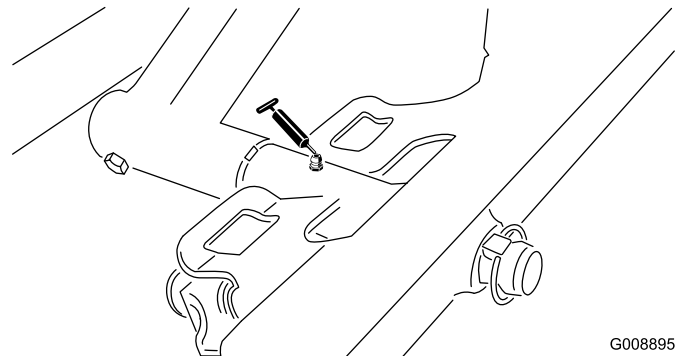

Bild 48
- Drehbüchsen am vorderen Mähwerk (Bild 48)